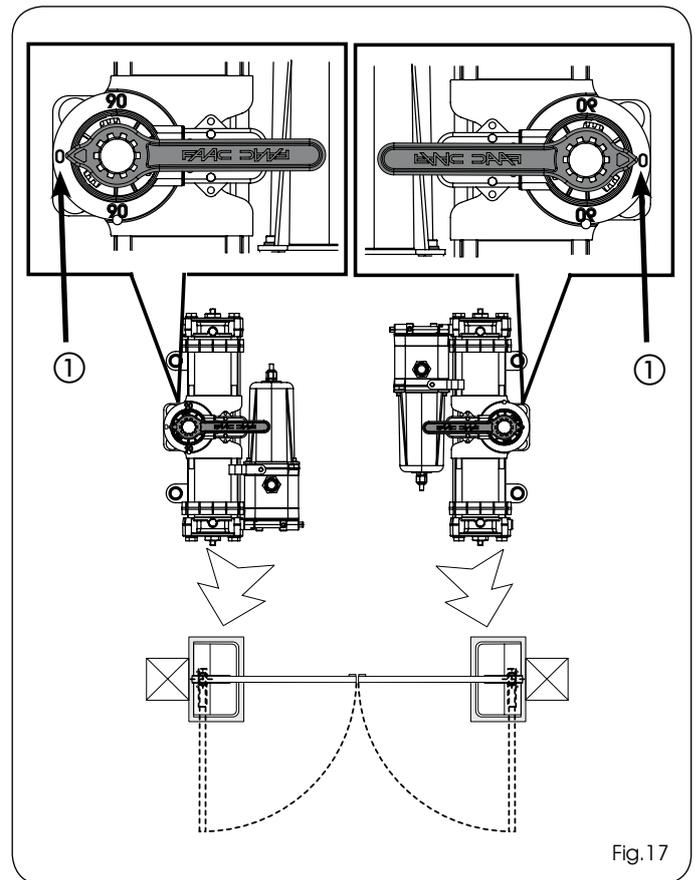

Fig.17
5) **Sans actionner le pignon**, introduire dans l'opérateur la clé fournie d'après la figure 17, et vérifier que celle-ci indique le 0 (ZÉRO) sur le plastique de l'opérateur (Fig.17 réf. 1), éventuellement, tourner le pignon avec la clé (**IMPORTANT POUR LA MISE EN PHASE**).
- 5) **Sans actionner le pignon**, introduire dans l'opérateur la clé fournie d'après la figure 17, et vérifier que celle-ci indique le 0 (ZÉRO) sur le plastique de l'opérateur (Fig.17 réf. ①), éventuellement, tourner le pignon avec la clé (**IMPORTANT POUR LA MISE EN PHASE**).